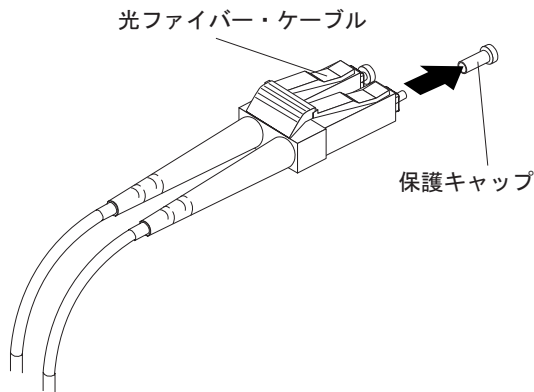

図 21. 光ファイバー・ケーブルの保護キャップの取り外し
3. 54 ページの図 21 に示すように、LC-LC ケーブルの一方の端から保護キャップ 2 個を取り外します。将来の利用のために、保護キャップを保管しておきます。